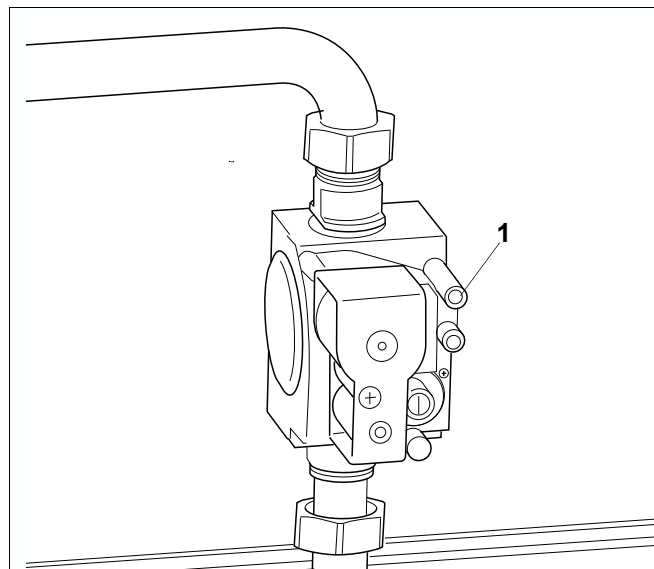

Рис. 30 Газовая арматура "SIT" 840 Sigma
- На два оборота открутить винт на ниппеле для контроля подаваемого давления газа и удаления воздуха (рис. 30, поз. 1) на газовой арматуре.
- Осторожно закрутить ниппель (рис. 30, поз. 1).